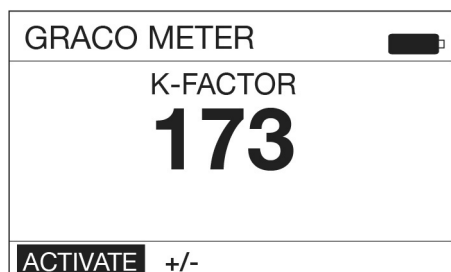

FIG. 15
- Aparecerá la pantalla del factor K que se muestra en la FIG. 15.
- Seleccione ACTIVATE (Activar) y pulse el botón INTRO del centro del teclado para iniciar la calibración de la válvula dispensadora con medidor (FIG. 15).